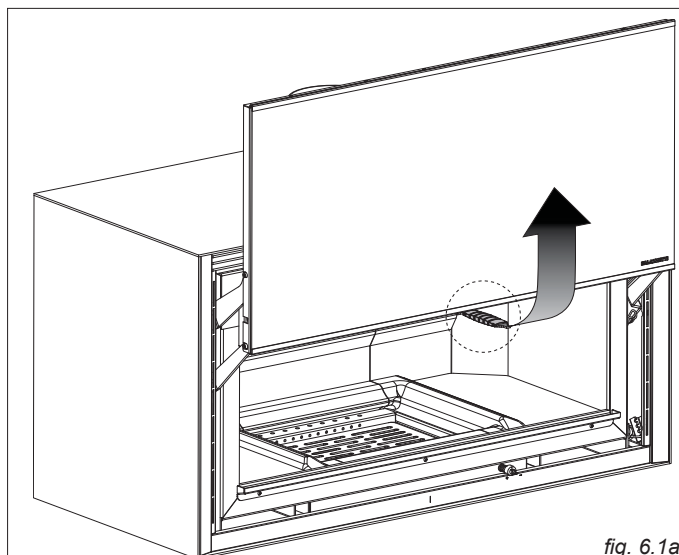

fig. 6.1a
- **IKI 16:9 e IKI Square:** inserire la chiave in dotazione nel gancio di apertura centrale (fig. 6.1a), e tirare verso di se. Attenzione! un sistema dotato di molle tenderà a sollevare automaticamente l'anta.